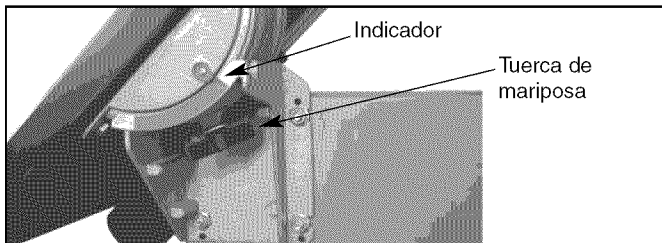

Figura 27 – Inclinación de la Mesa
Consulte la Figura 27 en la página 29.
- Para inclinar la mesa, afloje la manilla de fijación en el muñón de la mesa, ajuste la mesa al ángulo necesario y apriete la manilla de fijación de mariposa (véase la Figura 27 en la página 29).